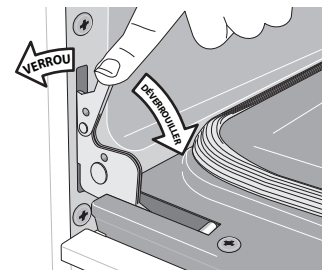

Figure 6 : Verrous des charnières de porte
2. Tirer les verrous des charnières de gauche et de droite complètement vers le bas du cadre de four, vers la porte du four (voir Figure 6). Il peut être nécessaire d'utiliser un tournevis plat.
4. Pousser les verrous de charnière vers le haut et de part et d'autre du cadre de four à la position de verrouillage (voir Figure 6).